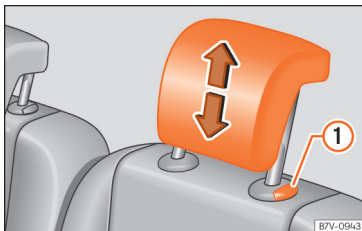

Abb. 134 Einbau der Kopfstützen der zweiten der dritten Sitzreihe.
- Kopfstütze bei gedrückter Taste »» **Abb. 134** ganz herausziehen.